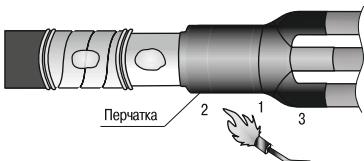

Рисунок 8
4.20 Сблизить жилы кабеля. Надеть перчатку с усилием до упора в изолированный «корешок» разделки кабеля. Усадить перчатку, начиная от основания пальцев перчатки, вкруговую, затем в направлении оболочки кабеля. В последнюю очередь усадить пальцы перчатки на жилы кабеля. После усадки перчатка должна плотно облегать оболочку и трубы на жилах кабеля, а по торцам основания перчатки и пальцев должен быть виден выступивший расплавленный клей (рисунок 8).